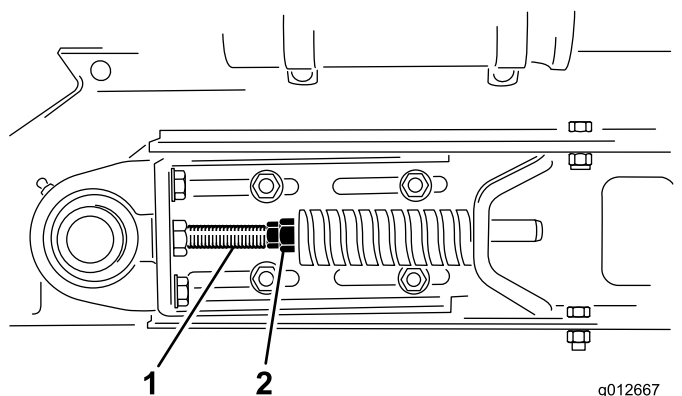

Рисунок 24
1. Ослабьте передние и задние контргайки на натяжной тяге, чтобы сбросить натяжение пружины (Рисунок 24).